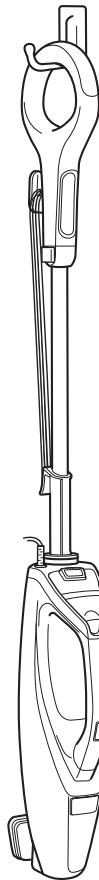

fig. 13
- 5 Avant de suspendre la vadrouille à vapeur, enlevez la tête de vadrouille (lorsqu'elle est refroidie et que la vapeur est évacuée). Ensuite, suspendez la vadrouille sur un grand crochet (non compris) (fig. 13).